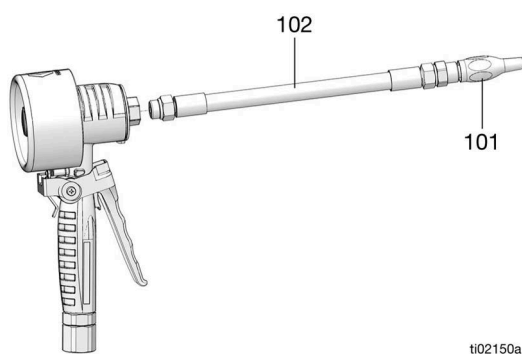

FIG. 10
2. Chiudere la valvola di chiusura del fluido (L).
3. Rimuovere l'ugello (101) e la prolunga (102) (FIG. 10).